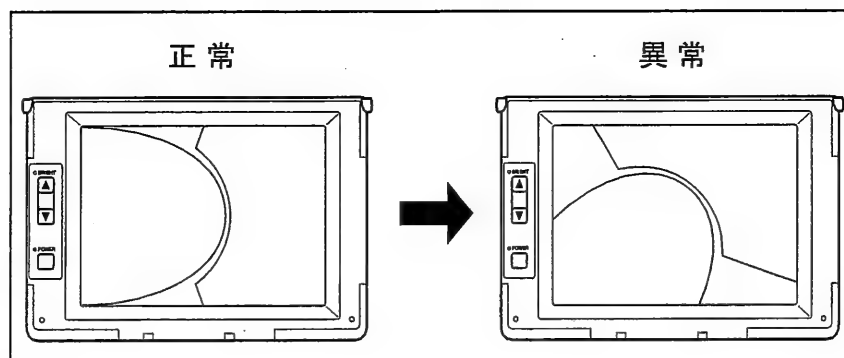

図 4.2
- IV7620X2, IV7630X2 と側視ミラーアダプターを組み合わせて使用している場合で、検査対象物への挿入中、図 4.2 のように観察画像の全体が左右方向を向いていたり、回転したり、挿入部を動かすとぐらぐらしたりしているときは、側視ミラーアダプターがスコープ先端からはずれかかっています。そのまま使用すると側視ミラーアダプターがスコープから脱落するおそれがあります。このような場合は、直ちに使用を中止しスコープを静かに引き出し、手順に従い、もう一度確実に側視ミラーアダプターを取り付けてください。（図 4.2 参照）